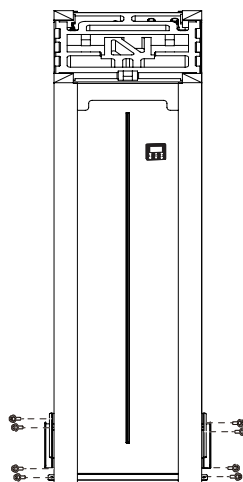

Fig.2-5
- Remover os 8 parafusos da placa metálica e remova-a (Consultar a Fig.2-5).